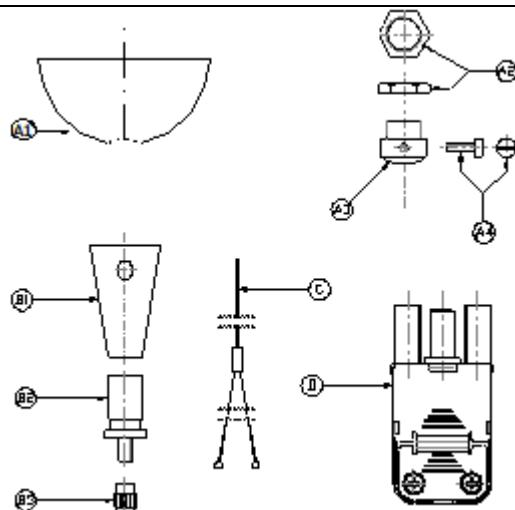

Figura 2 – Figure 2
- 2 calotte (A1) con il relativo sistema di fissaggio (A2, A3 e A4 in figura 2).
- 2 dispositivi per il fissaggio a soffitto e per la regolazione dell'altezza dal suolo della plafoniera, composti da tre elementi (B1, B2 e B3 in figura 2).
- 2 fili a Y con finale a sfera per il fissaggio a soffitto (C in figura 2).
- 1 spina a connettore per il collegamento elettrico (D in figura 2).